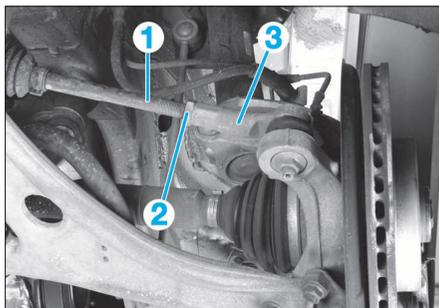

FIG. 3
• Le parallélisme se règle par l'allongement ou le raccourcissement symétrique de la longueur des biellettes de direction (1), en les tournant par leur empreinte hexagonale, après avoir desserré les contre-écrous (2) des rotules de direction (3) puis déposé les colliers extérieurs des soufflets du boîtier de direction (Fig.3).